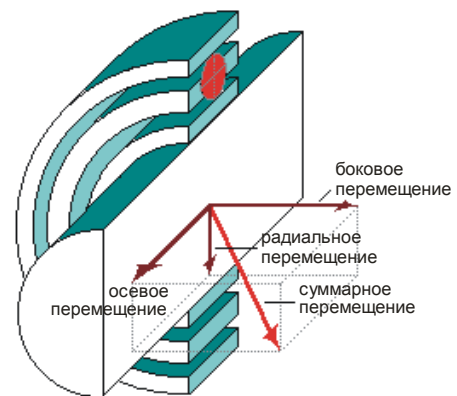

Рис. 1.7 Компоненты перемещения в подшипнике.
**Компоненты перемещения.** В зависимости от типа подшипника и характера приложенной нагрузки, перемещение может быть одно-, двух- и трехмерным. В общем случае суммарное перемещение подшипника может иметь до трех составляющих (рис. 1.7) – осевую, радиальную и боковую. **Осевое** перемещение направлено вдоль оси вала; **радиальное** перпендикулярно оси вращения и параллельно направлению радиальной силы; **боковое** перемещение перпендикулярно осевому и радиальному.